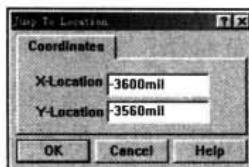

图 12-4 Jump To Location (指定位置坐标) 设置对话框
- **New Location:** 跳转到指定的坐标位置。执行该命令后，将弹出如图 12-4 所示的 Jump To Location (指定位置坐标) 设置对话框，输入目标位置的 X 坐标和 Y 坐标，单击